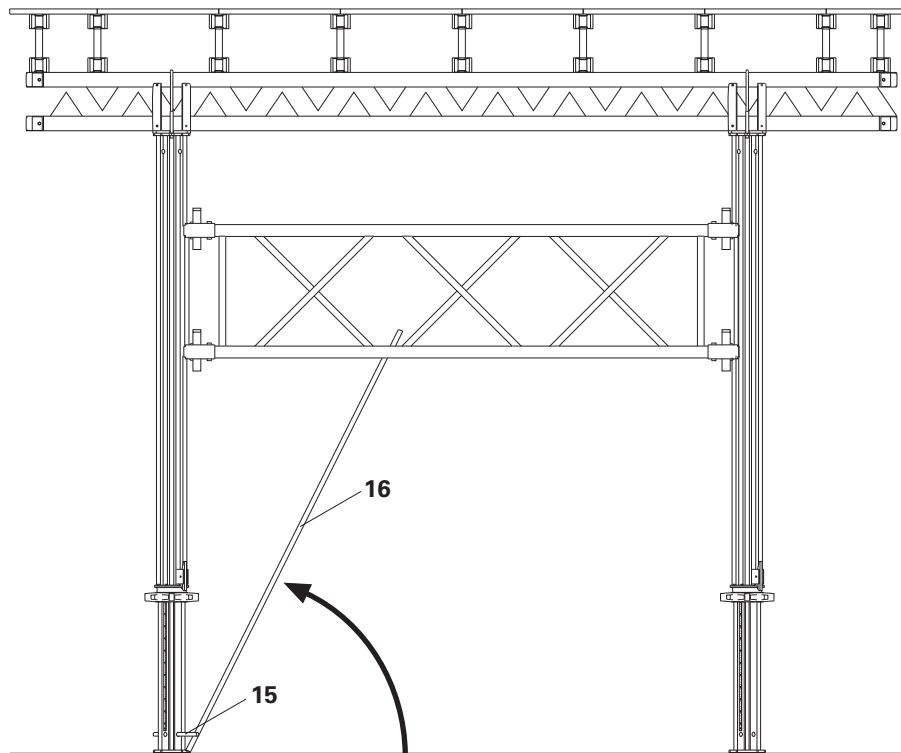

Fig. 46
1. Introducir la palanca de montaje (15) en los orificios inferiores de los puntales MULTIPROP.
2. Desplazar la mesa con las barras (16).
- (Fig. 46)